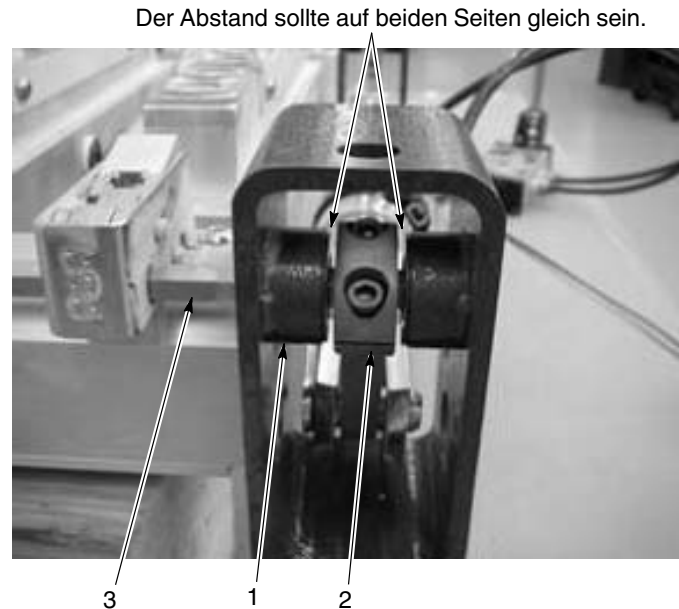

Abb. 8-3 Hebelposition - Schritt 4
4. Siehe Abb. 8-3. Wenn alle Klinken von der Sechskantwelle abgenommen worden sind, die Sechskantwelle (4) schieben oder drücken, um den Hebel (2) in der Mitte des Jochs (1) zu zentrieren, bevor Sie die Halteschraube anziehen, um die Klemme auf der Sechskantwelle zu befestigen.